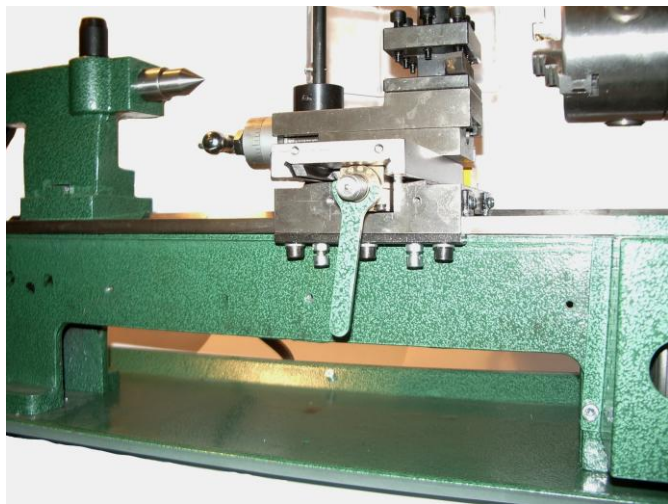

Рис. 20. Вращение венца регулировки.
6. Установить на венец регулировки специальный ключ из комплекта станка (**Рис. 20**).